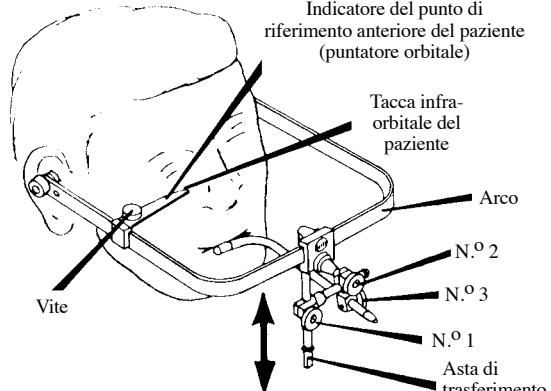

Figura 10
7. Allentare un po' la Vite a molla, quella che tiene il Riferimento Anteriore del Paziente, Figura 10. Con molta cura far ruotare questo Riferimento (Puntatore Orbitale) fino alla prossimità della tacca infra-orbitale del paziente.